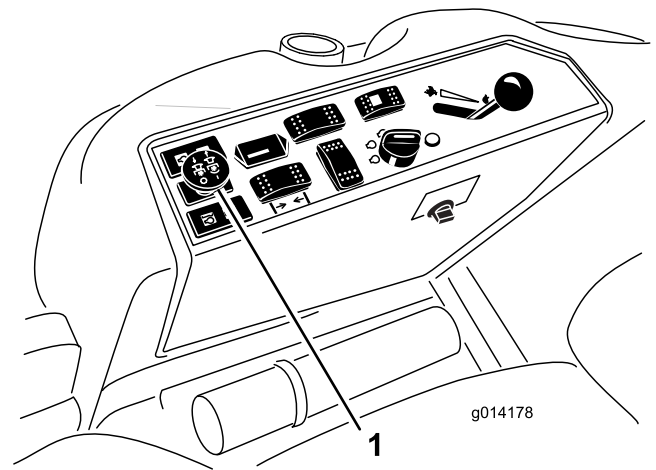

Figura 25
3. Innestate l'interruttore della PDF alzandolo (Figura 25).